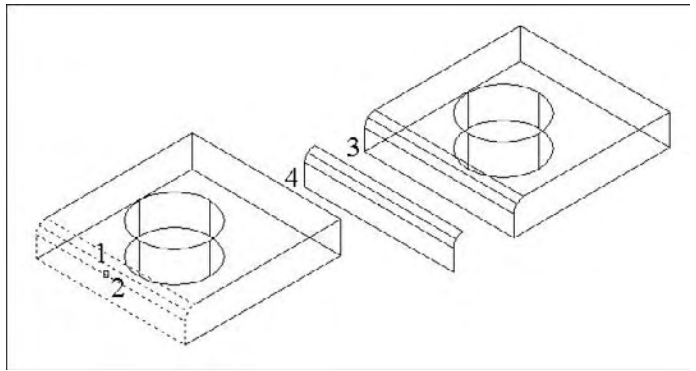

Fig.7.12
**Pour copier une face de solide, la procédure est la suivante (fig.7.12) :**